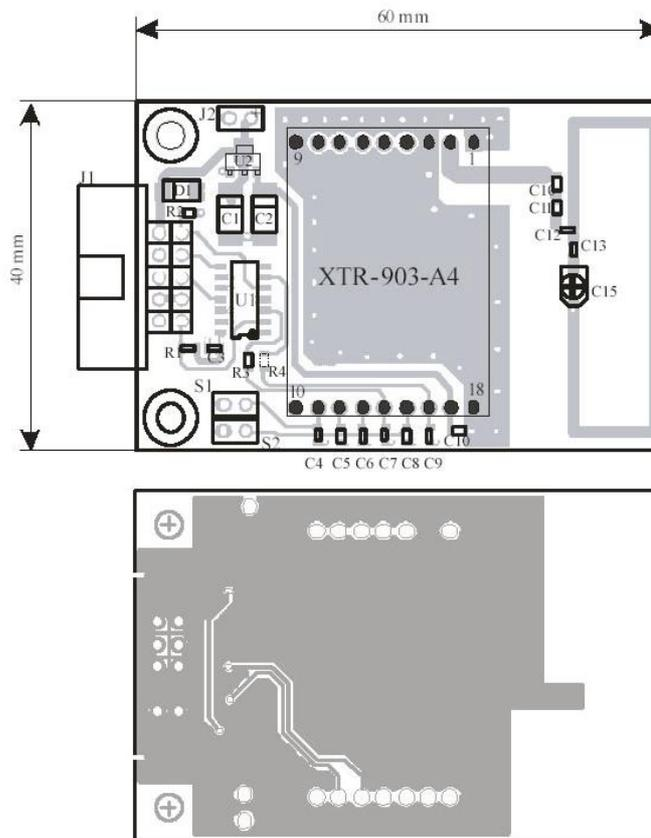

Fig. 9
2- Sul layer superiore (lato top) va montato il modulo e si realizzano le connessioni dei vari segnali o delle alimentazioni. Come esempio in Fig. 9 si riporta il layer superiore ed inferiore della Demo Board WIZ-903-A4 di proprietà Aurel S.P.A:
- 1- La zona occupata dal modulo deve essere circondata il più possibile da aree di ground collegate con il piano di massa posto sul lato inferiore tramite fori metallizzati passanti, del diametro di 0.3-0.5 mm e posti ad una distanza di 15 mm circa l'uno dall'altro. Queste aree di ground devono essere tenute ad una distanza minima di 3 mm da qualunque pista a radiofrequenza, la cui impedenza deve essere controllata (vedi Fig. 9).